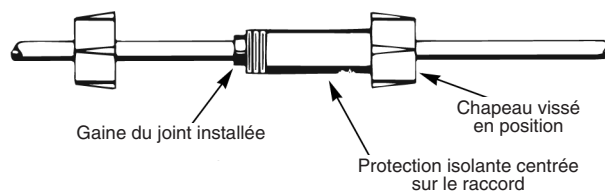

Figure 9 - Serrage des chapeaux d'extrémité.
- Centrer la protection isolante autour du raccord et introduire les gaines des joints dans l'isolant en les faisant glisser le plus loin possible. Visser les chapeaux sur la protection isolante (Fig. 9) et serrer à la main pour que l'épissure soit bien imperméable et solide.